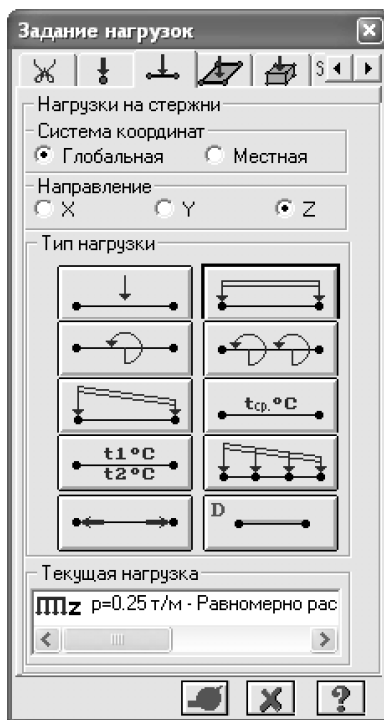

Рис.5.16. Диалоговое окно **Задание нагрузок**
- В этом окне активизируйте закладку **Нагрузки на стержни** (рис.5.16).